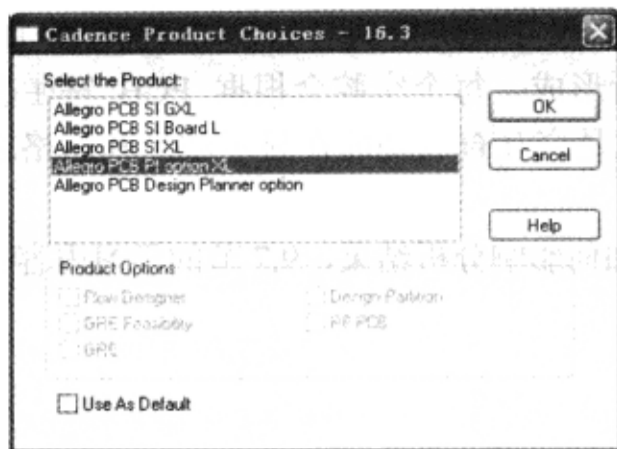

图 9-7-1 “Cadence Product Choices-16.3”对话框
(1) 执行菜单命令“开始”→“所有程序”→“Cadence”→“Release 16.3”→“PCB SI”，弹出“Cadence Product Choices-16.3”对话框，如图 9-7-1 所示。